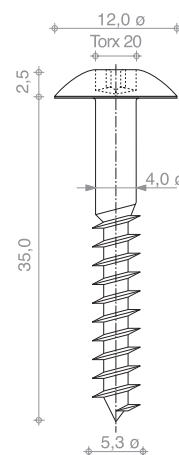

Figura 71
Vite di montaggio Max Compact Exterior (Figura 71) con Torx 20 in acciaio inossidabile X5Cr Ni Mo 17122
**Exterior** (Figura 71 a pagina 51) con torx 20 in acciaio inox X5Cr Ni Mo 17122 materiale n. 1.4401 V4A. Testa verniciata su richiesta.